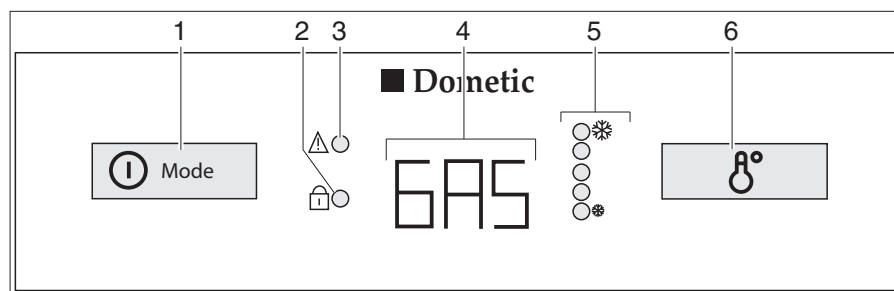

Fig. 135 Boutons de commande pour le réfrigérateur (Dometic Série 8 avec AES)
En cas de dérangements, la DEL d'affichage dérangement "⚠" (Fig. 135,3) clignote.
Lorsque l'alimentation 230 V n'est **pas** raccordée et que le moteur du véhicule **ne tourne pas**, l'AES sélectionne l'alimentation en gaz. Dès que le fonctionnement au gaz est activé, la veilleuse de sécurité s'ouvre automatiquement, de sorte que le gaz peut arriver au brûleur. En même temps, l'allumage électronique est connecté. Si la flamme s'éteint, p. ex. en raison d'un courant d'air, l'allumage s'active automatiquement et rallume le gaz. En cas de panne de gaz, le texte "GAS" (Fig. 135,4) clignote dans l'affichage de fonctionnement.
Lorsque le réfrigérateur est mis en marche, il choisit automatiquement la température moyenne du thermostat. Ce réglage peut être corrigé manuellement avec l'interrupteur pour le réglage de la température (Fig. 135,6). Les indicateurs DEL (Fig. 135,5) indiquent le réglage du thermostat sélectionné. La température de réfrigération se règle avec le même commutateur pour les trois types d'énergie. Il faudra attendre quelques heures jusqu'à ce que le réfrigérateur ait atteint sa température normale de réfrigération. Il garde toutefois son réglage de température lorsqu'on change d'un mode à un autre. La température de réfrigération est maintenue indépendamment du type d'énergie choisi.
- Appuyer sur le commutateur/sélecteur de source d'énergie (Fig. 135,1) pendant 2 secondes pour mettre l'appareil en marche. Le dernier mode de fonctionnement sélectionné est indiqué dans le voyant de contrôle (Fig. 135,4).
- Choisir le type d'énergie à l'aide du commutateur/sélecteur de source d'énergie (Fig. 135,1).
- Régler la température de refroidissement sur l'interrupteur de réglage de la température (Fig. 135,6). Les indicateurs DEL (Fig. 135,5) indiquent le réglage du thermostat sélectionné.
- Appuyer pendant 2 secondes sur le commutateur/sélecteur de source d'énergie (Fig. 135,1). Tous les indicateurs s'éteignent.